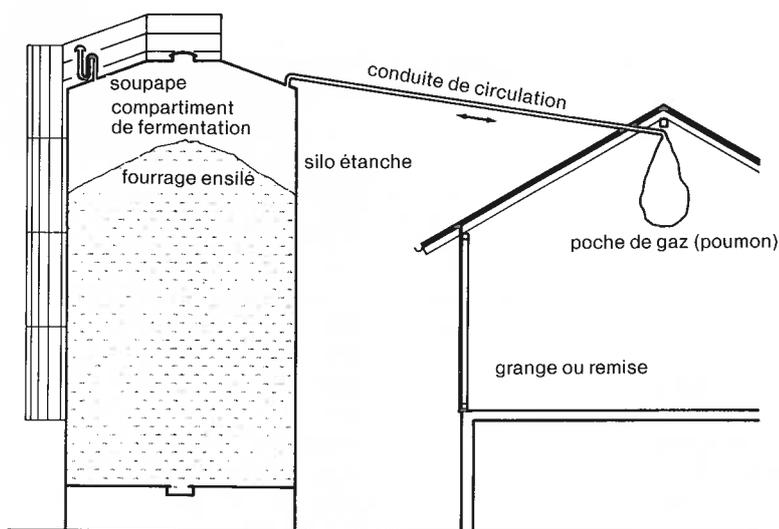

Fig. 3: Système d'échange de gaz (poumon, poche de gaz) qui convient à un silo-tour étanche. Le contenu du poumon devrait atteindre 10 à 15% du volume du silo.
- Munissez les silos étanches d'un système d'échange de gaz (poumon). (Fig. 3).